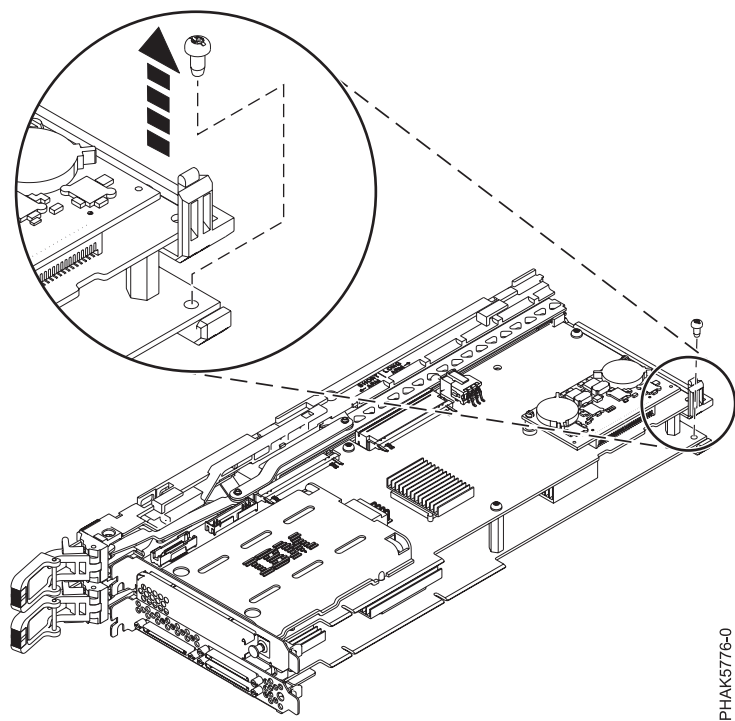

Figura 73. Extracció del braç inferior de la part posterior del conjunt del cassette
10. Afluïxeu el cargol petit que fixa el braç inferior de la part posterior del conjunt del cassette i traieu-lo de l'extrem posterior de l'adaptador d'amplada doble. Consulteu Figura 73.